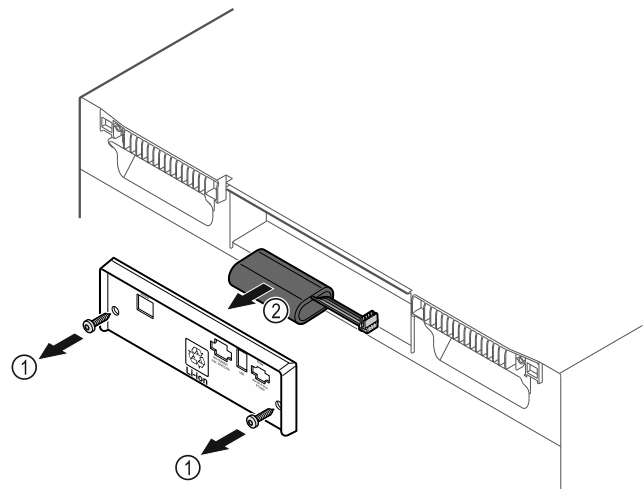

Fig. 235
- ▶ Schroeven eruit draaien en het afdekplaatje aan de achterkant van het apparaat verwijderen Fig. 235 (1).
- ▶ Batterij ontkoppelen en verwijderen Fig. 235 (2).